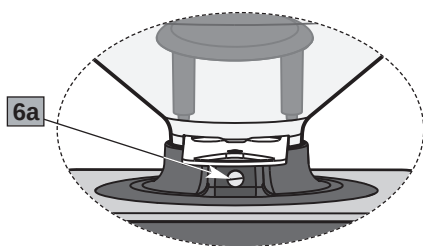
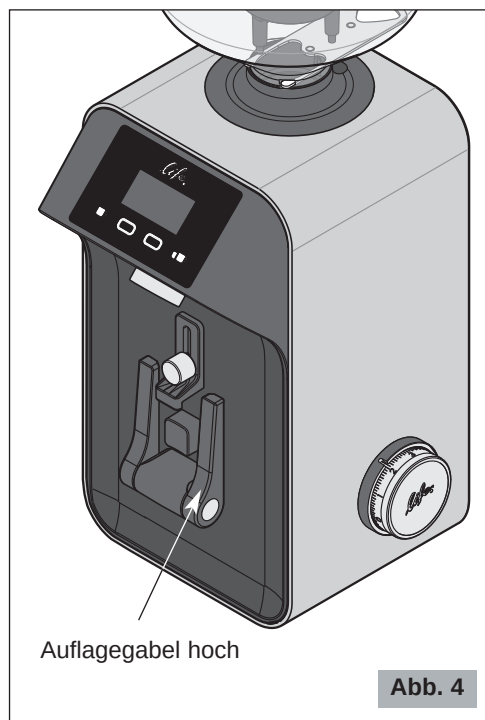
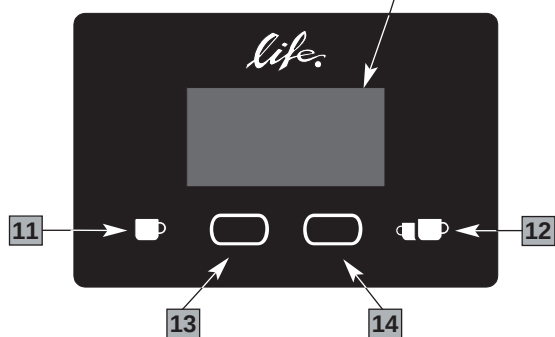

Abb. 3
Abb. 4
Abb. 5
⚠ **Ne jamais** opérer sans la cloche fixée par la vis appropriée (6a, Détail A Fig. 3).
Hauptkomponenten (Abb. 1, Abb. 2, Abb. 3, Abb. 4, Abb. 5)
5. Sich vergewissern, dass der Kaffeebohnenbehälter korrekt aufsitzt und der Kaffeebohnenbehälterverschluss (8 Abb. 1) vollständig bis zum Anschlag offen ist. Den Kaffeebohnenbehälter mit der Befestigungsschraube, ohne übermäßigen Kraftaufwand, anziehen (6a, Detail A Abb. 3).